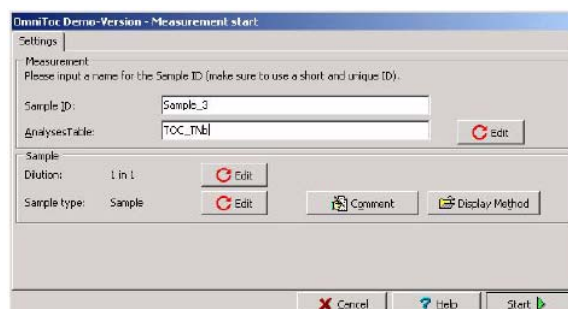

图38 Measurement Start（测量开始）窗口
4. 在**Measurement Start**（测量开始）窗口（图38），输入样品ID，如果必要在**Measurement**（测量）部分输入**Analyses Table**（分析表）的名称。